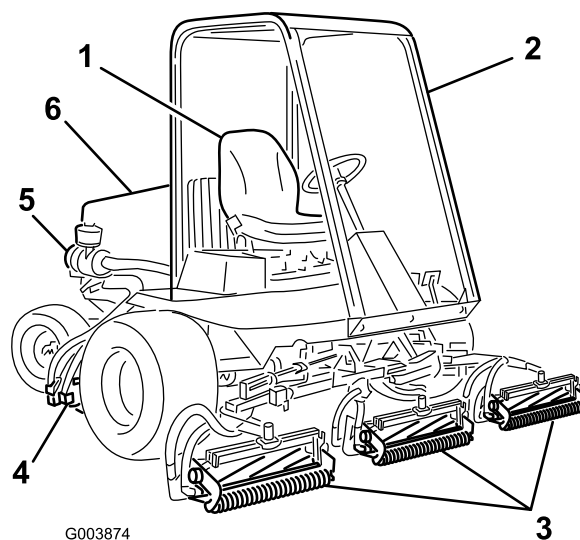

Figura 46
5. Gire los cierres hacia dentro para liberar el enfriador de aceite (Figura 46).